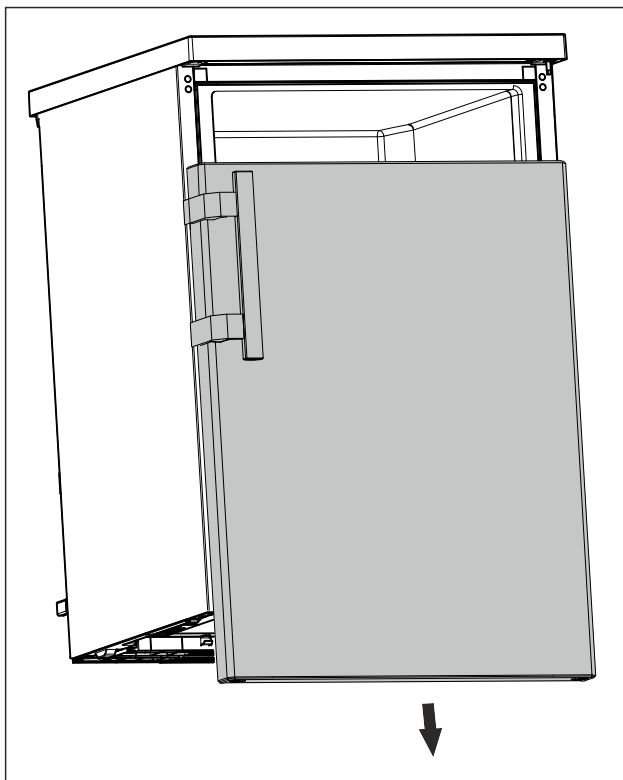

Fig. 14
- Stiahnite dvere nadol. (pozri Fig. 14)